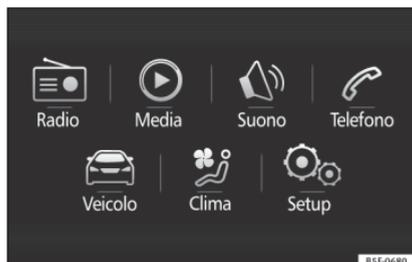

Fig. 41 Vedere ubicazione a pag. 9-10
- Premere il tasto (MENU) del sistema e, quindi, il pulsante (CAR) » fig. 41 o il tasto (CAR) del sistema per accedere al menu CAR » fig. 42.